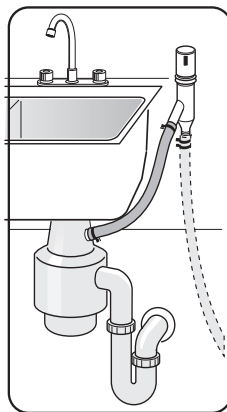

Ilustración 25
- 4 A la conexión de evacuación para lavadoras de platos en un eliminador de basura y a través de un dispositivo de ventilación, como muestra la **Ilustración 25**.